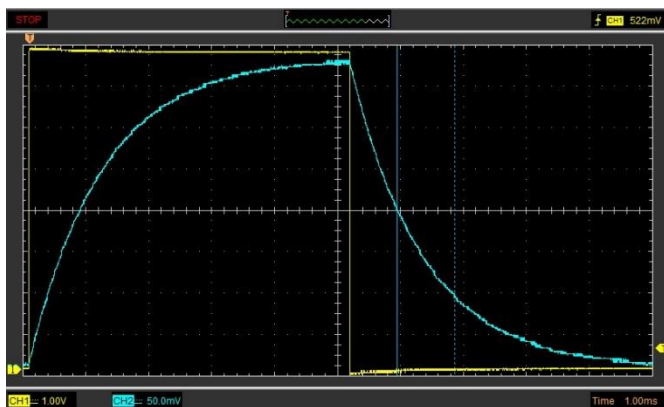

Fig. 4: Corrente della bobina registrata sull'oscilloscopio (curva blu) all'inserimento e disinserimento
La Fig. 4 mostra ad esempio l'oscillogramma durante l'inserimento e il disinserimento della tensione continua. La curva gialla (CH1) mostra l'andamento temporale della tensione che si riduce su tutta la resistenza ohmica (v. equazione (4)), la curva blu (CH2) mostra l'andamento temporale della corrente di bobina.